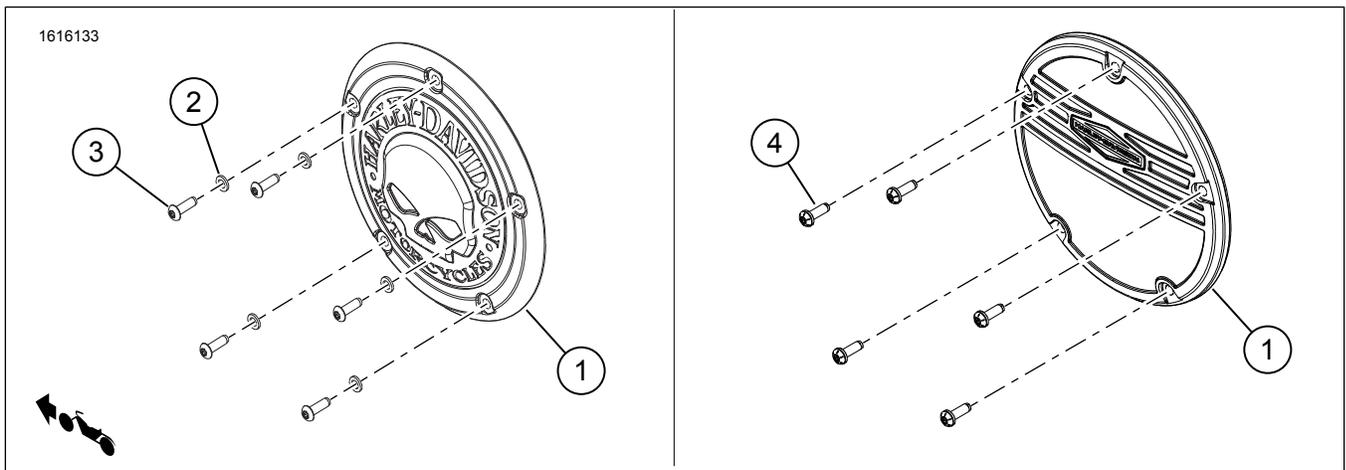
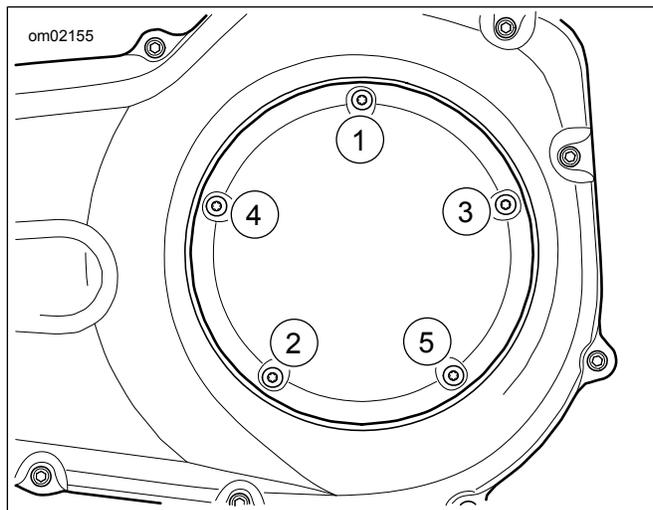

Figura 1. Conteúdo do kit: Componentes da tampa de inspeção da embraiagem
Figura 2. Sequência de aperto da tampa da embraiagem
1. Ver a Figura 1. Instalar a **nova** cobertura (1).
2. Instale as anilhas (2) e os parafusos (3).
3. Ver a Figura 2. Apertar os parafusos (3) num padrão estrela.
1. Ver a Figura 1. Aplicar o trava-rosca nas roscas dos parafusos (4).
2. Instalar **nova** tampa (1).
3. Instale os parafusos (4).
4. Ver a Figura 2. Apertar os parafusos (4) num padrão estrela.